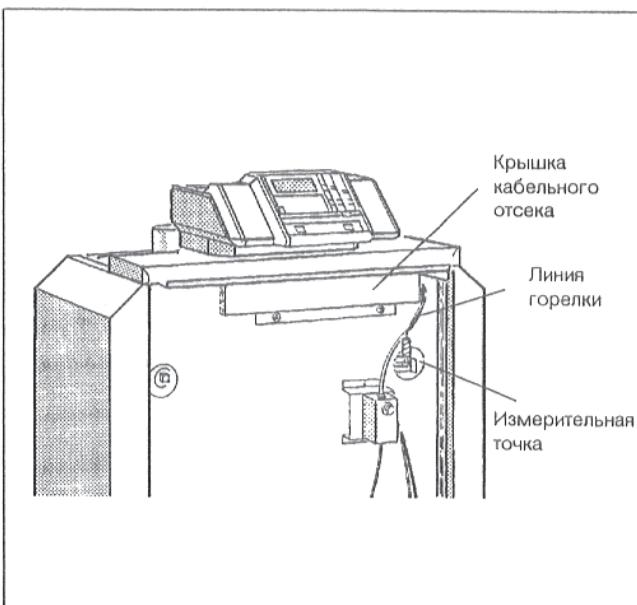

Рис. 9: Передняя сторона котла
- Отвинтить крышку кабельного отсека (Рис. 9).
- Провести капиллярные трубы датчиков температуры, а при устройстве регулирования "Ecomatic" - линию датчика температуры воды подающей линии котла под передним кожухом котла вперед к измерительной точке. При этом размотку производить только на требуемую длину (Рис. 9).
- Провести линию горелки через кабельный отсек и под передним кожухом котла назад к месту подключения устройства регулирования (Рис. 9).